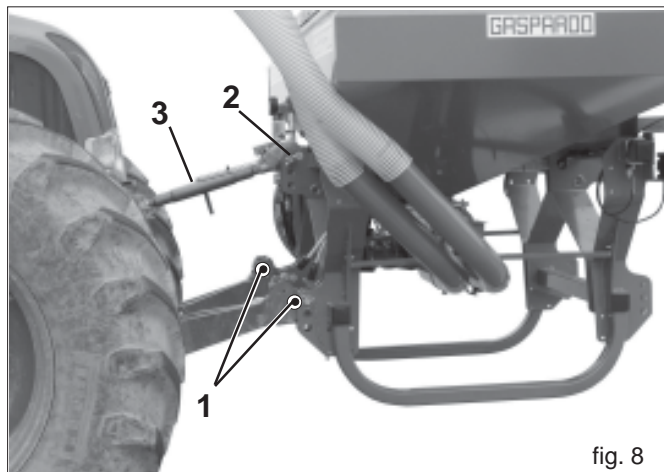

fig. 8
- 1) Agganciare le barre del sollevatore sui perni predisposti (1 Fig. 8). Bloccare con le spine a scatto.
- 2) Collegare il terzo punto superiore (2 Fig. 8); la spina va bloccata con l'apposita copiglia; mediante il tirante di regolazione (3 Fig. 8) fare in modo che l'attrezzatura sia perpendicolare al terreno.